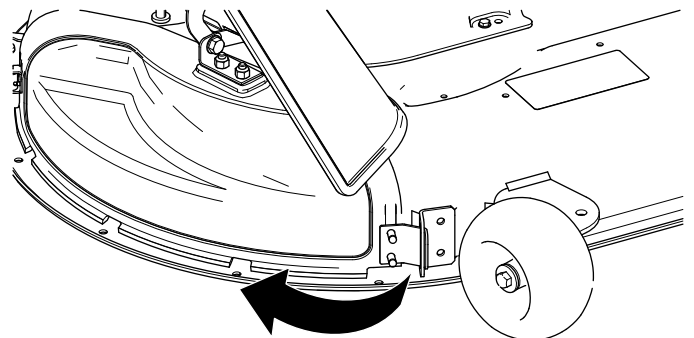

**Figura 12**
5. Retire la pestaña metálica de la tapa de descarga de la ranura del soporte que está soldado a la carcasa de corte (Figura 12).